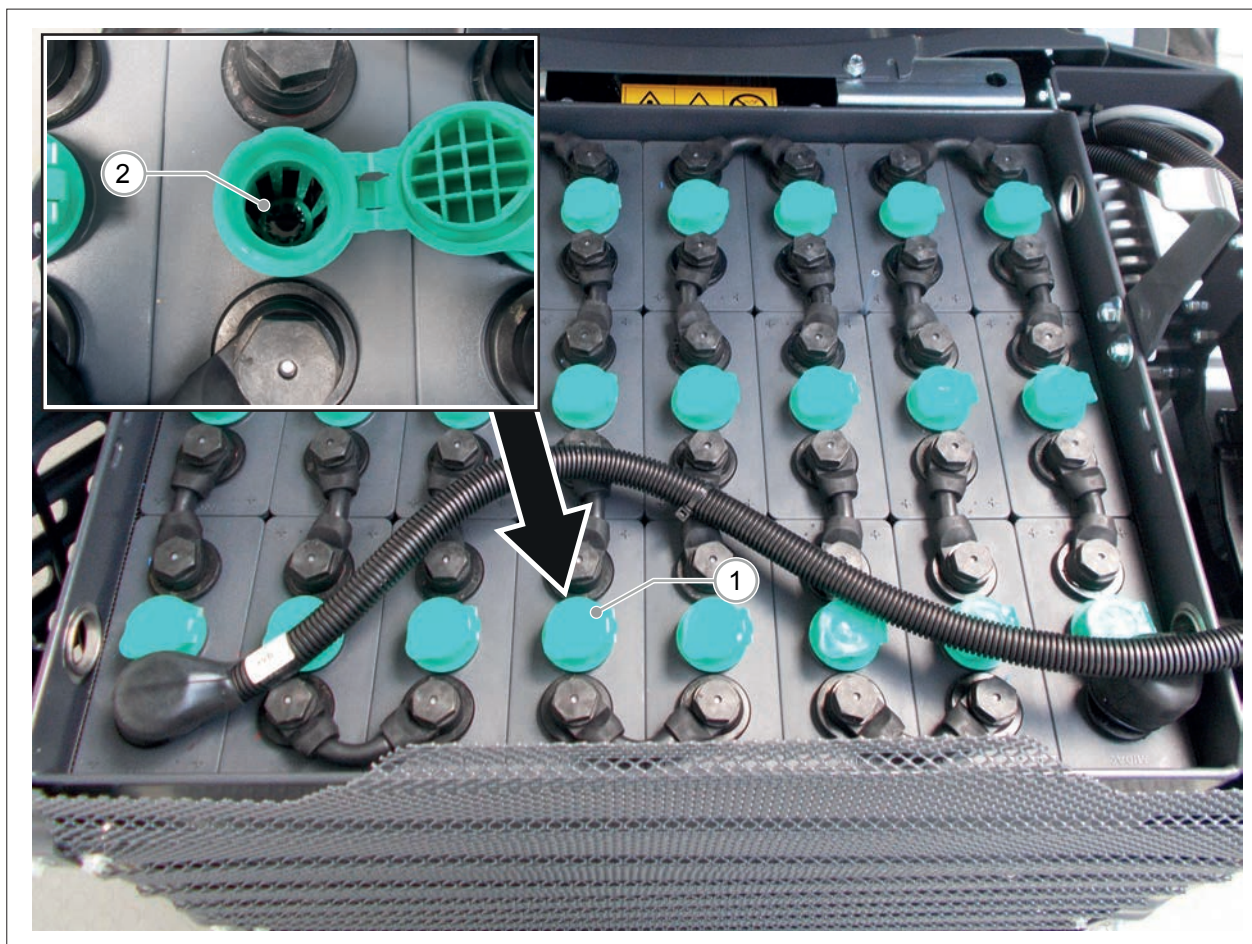

РИС. 24
- 5) Откройте крышку ячейки (РИС. 24 - Сс. 1).
- 6) Убедитесь, что уровень электролита находится на 20 мм выше нужной части сепараторов (РИС. 24 - Сс. 2), и при необходимости долейте опресненную воду.